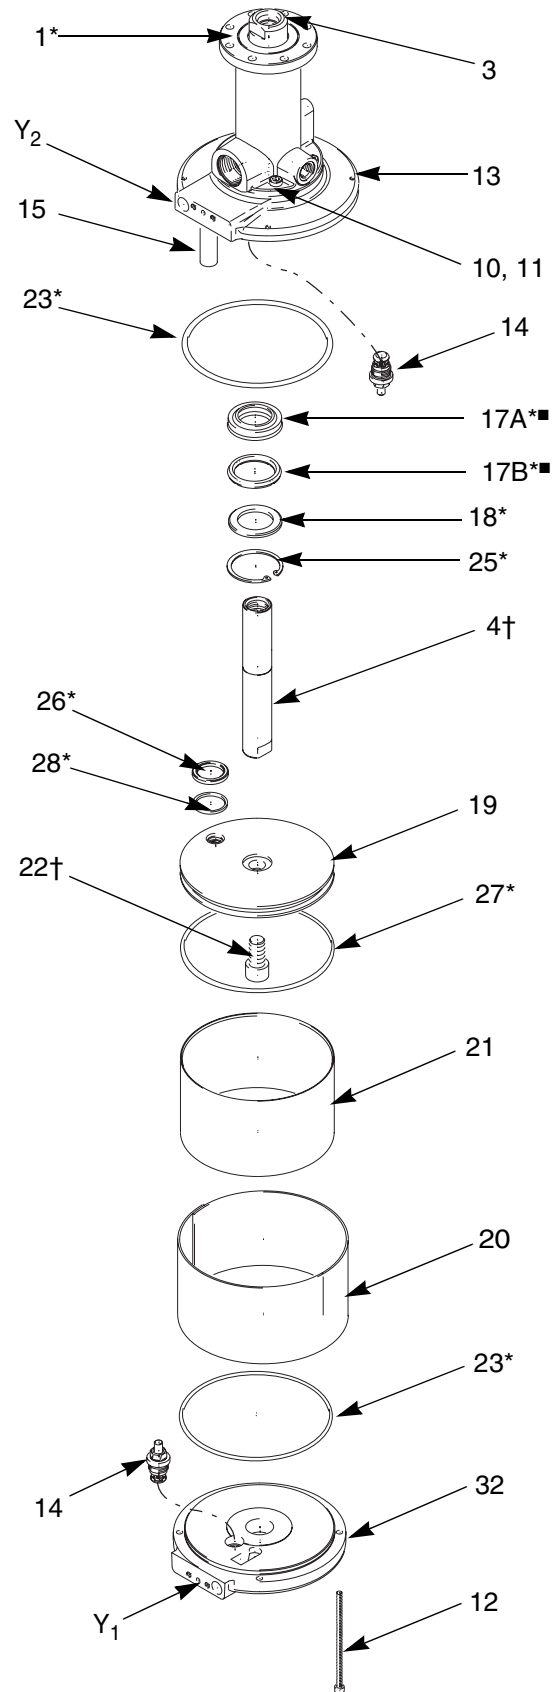

FIG. 8
2. Démonter la vanne d'air (29) et les joints (34*) (page 19).
3. Retirer les vis (12). Enlever le couvercle du cylindre (32) du moteur pneumatique. Enlever la vanne de pilotage (14) et le joint torique (23*) du couvercle. Voir FIG. 8.
4. Enlever le couvercle rond (20) et le cylindre (21). Examiner la surface intérieure du cylindre à la recherche de rayures ou d'autres dégradations. Voir FIG. 8.
5. Retirer les vis (10) et les rondelles (11). Vérifier si le piston (19) est complètement déployé (la douille taraudée (3) dépassant du dessus du corps).
6. Retirer la douille taraudée (3) par le haut du corps et sortir le piston (19) et la tige (4†) par le bas du corps. Ne pas heurter le piston pour éviter d'endommager la tige. Retirer le joint torique (27*). Voir FIG. 8.
7. Examiner l'état d'usure et de détérioration de la tige de piston (4†). Si la tige est endommagée, démonter le piston. Conserver le piston (19) pour le réutiliser. Rebuter la tige de piston (4†) et la vis (22†). Ces pièces doivent être remplacées ensemble.
8. Enlever le joint torique (23*) et la vanne de pilotage (14) de l'embase (13) du moteur pneumatique. Prendre un démonte-circlip pour enlever le circlip (25*), puis ôter la rondelle (18*), la garniture et le joint (17A* et 17B*). Bien noter le sens de montage de ces pièces. Voir FIG. 8.
1. Lubrifier le joint torique et l'alésage au milieu de l'embase (13). Mettre le joint (17B*) avec la gorge orientée à l'opposée du soufflet, puis mettre la garniture (17A*) dans la gorge avec les encoches tournées vers le haut. Mettre la rondelle (18*) avec le côté plat tourné vers le haut, puis mettre le circlip (25*). Voir FIG. 8.
2. Placer le joint torique (23*) et la vanne de pilotage (14) sur l'embase du moteur pneumatique. Serrer la vanne de pilotage à 25 N.m. (18 ft-lb).
3. Si le piston a été démonté, remonter la vis (22†), le piston (19) et la tige (4†). Voir FIG. 8. Veiller à ce que le côté plat du piston soit tourné vers le bas. Serrer la vis à 122–136 N•m (90-100 ft-lb).
5. Placer le joint torique (27*) sur le piston (19). Graisser la tige de piston (4†) et le joint torique (27*) et introduire la tige de piston avec précaution dans le trou pratiqué dans l'embase (13). Mettre le trou foré dans le piston en face de la broche de positionnement (15) sur l'embase jusqu'à ce que le piston appuie sur l'embase.
6. Mettre les rondelles-freins (11) et les vis (10). Serrer à 10-11 N•m (90-100 in-lb).
8. Monter la douille taraudée (3) à l'extrémité de la tige en partant du côté opposé et serrer.
9. Graisser généreusement la moitié inférieure de la surface intérieure du cylindre (21). Monter le cylindre et le capot latéral (20). Voir FIG. 8.
10. Placer le joint torique (23*) et la vanne de pilotage (14) sur la face intérieure du couvercle inférieur (32). Serrer la vanne de pilotage à 25 N•m (18 ft-lb). Lubrifier le joint torique. Installer le couvercle inférieur (32) en veillant à ce que le branchement de la vanne d'air (Y₁) soit orienté dans le même sens que le branchement sur l'embase (Y₂). Serrer les vis (12) à 10-11 N•m (90-100 in-lb). Voir FIG. 8.